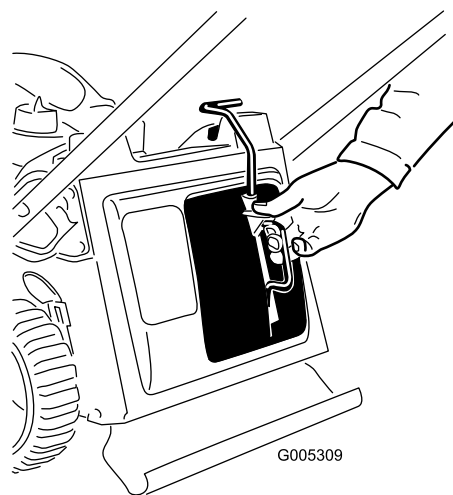

Figure 27
1. Enlevez l'obturateur de mulching (Figure 27).